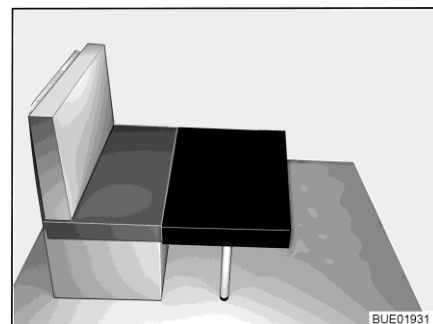

Fig. 67 Après la transformation
- Poser le grand coussin supplémentaire sur le plateau de table (Fig. 67).
- Poser le petit coussin supplémentaire sur le siège conducteur (Fig. 67).
- Poser le coussin supplémentaire devant le coussin d'assise de la banquette sur la table (voir Fig. 67).